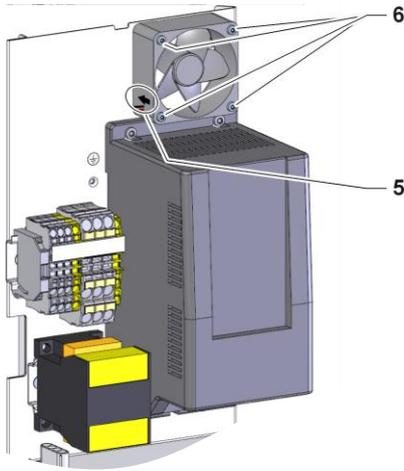

Abb. 5: Einbau Lüfter Elektrotafel
- Lüfter (EV 1) mit Luftstrom in Richtung Montageblech (siehe Pfeil auf dem Gehäuse, Kennzeichnung 5 → Abb. 5) anbringen und mit 4x Schrauben (Kennzeichnung 6 → Abb. 5) befestigen.
- Luftstromrichtung (Kennzeichnung 5 → Abb. 5) beachten.